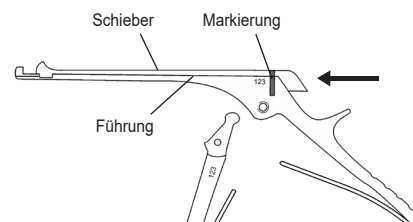

Abb. 5
- Setzen Sie den Schieber in die Führung der Knochenstanze und schieben Sie ihn bis zur Markierung nach vorne (Abb. 5).